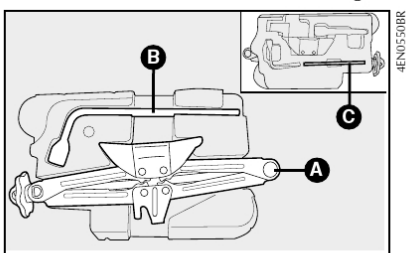

fig. 6
- Retirar o macaco **A-fig. 6**, chave de rodas **B-fig. 6** e chave de fenda localizada do outro lado do suporte - detalhe **C-fig. 6** (somente para algumas versões)